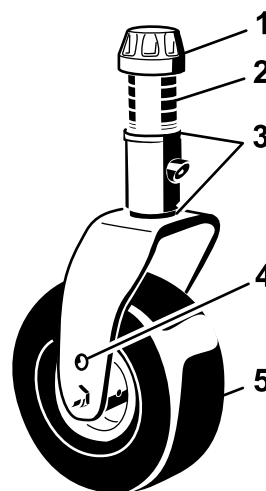
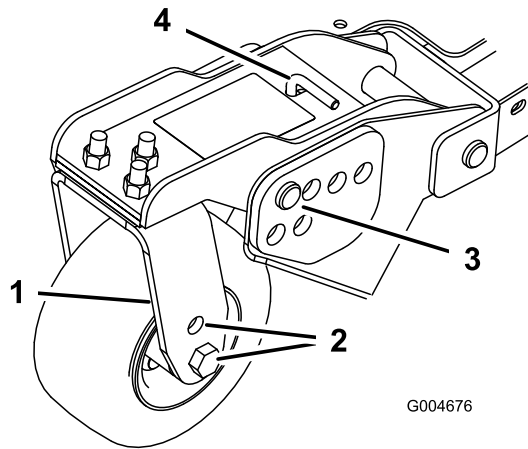
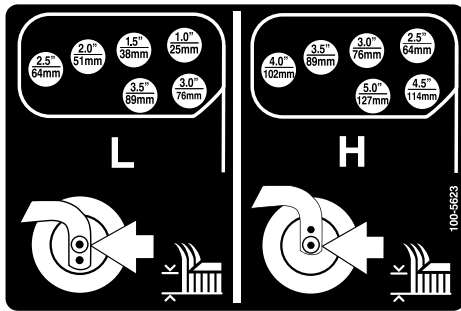

Figura 22
Figura 24
Figura 25
- Coloque los ejes de las ruedas giratorias en el mismo taladro en todas las horquillas (Figura 22 y Figura 24).
- Retire el casquillo tensor del eje y deslice el eje fuera del brazo de la rueda giratoria (Figura 22).
- Retire la chaveta y los pasadores de los brazos de pivote de las ruedas giratorias (Figura 24).
- Gire la varilla tensora para elevar o bajar el brazo de pivote hasta que los taladros estén alineados con los taladros seleccionados del soporte de ajuste de la altura de corte en el bastidor de la carcasa de corte (Figura 24 y Figura 25).